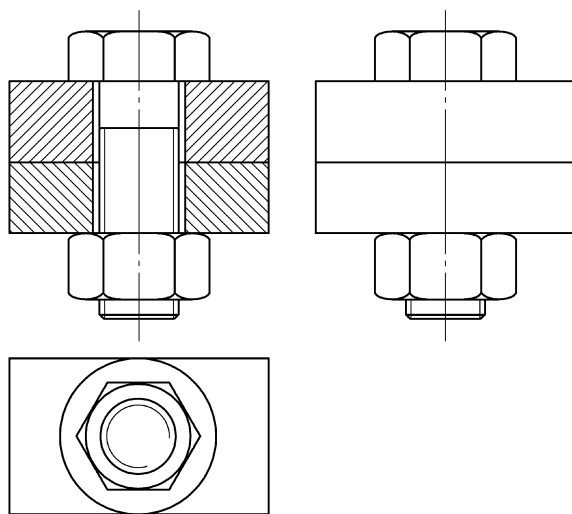

图 6-18 螺栓装配图
1. 绘制如图 6-18 所示的螺栓装配图, 注意剖面线的角度。